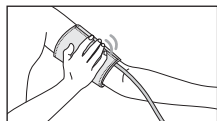

Рис.9
4. Застегните манжету так, чтобы она плотно облегла руку, но не перетягивала ее (рис. 9). Слишком тесное или, наоборот, слишком свободное наложение манжеты может привести к неточным показаниям.